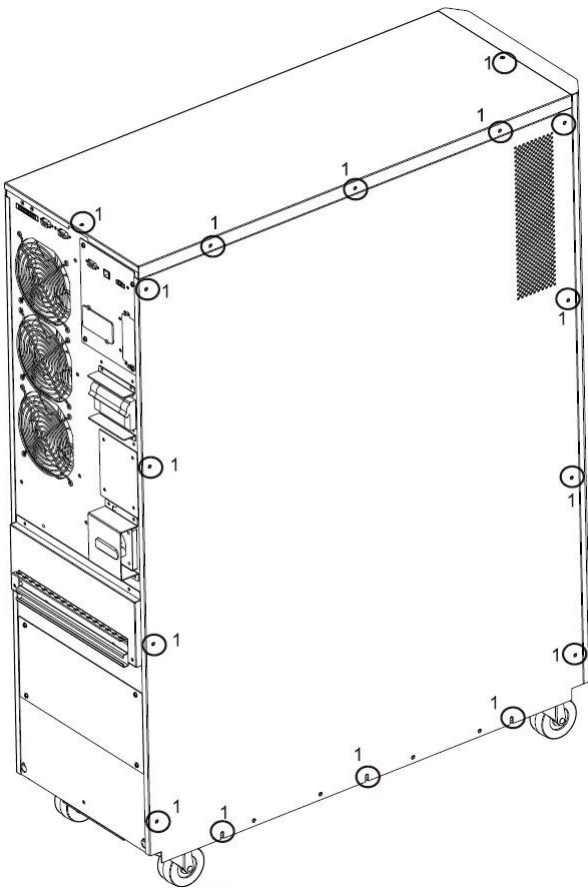

Figura 3.1
- 1) Retire todos los tornillos etiquetados 1 (Figura 3.1).